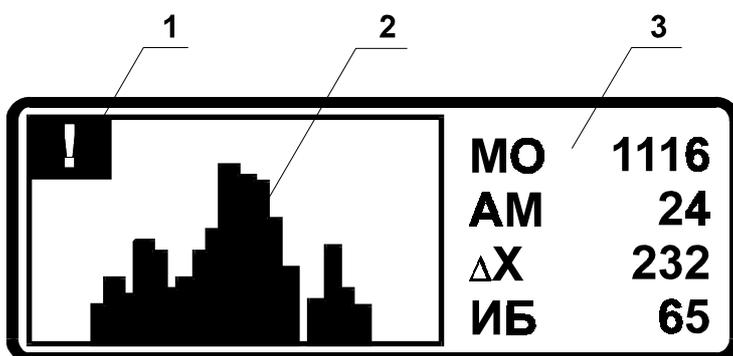

Рисунок 4 - Режим отображения гистограммы
10.12.1. В режиме отображения гистограммы на ЖК дисплее отображается индикатор числа зарегистрированных КИ 1, гистограмма 2, а также статистические параметры распределения КИ 3 (Рис. 4):